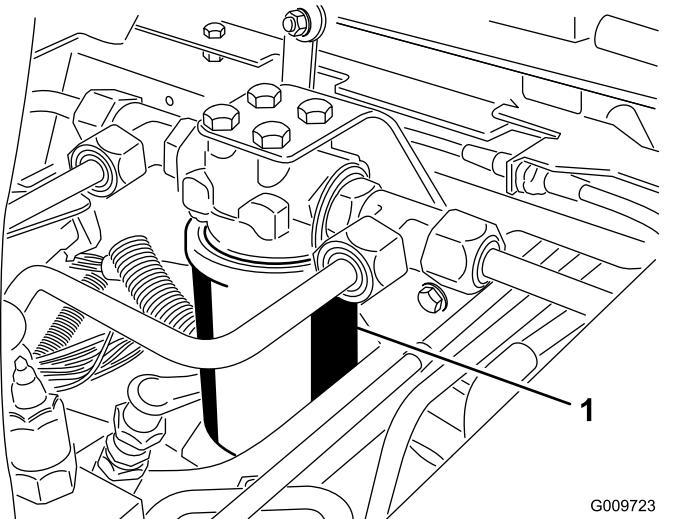
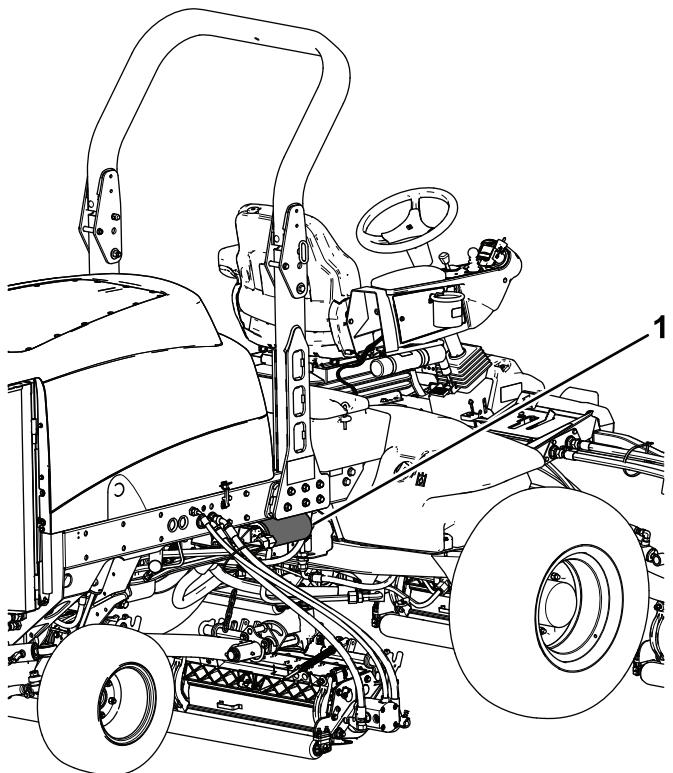

Figura 120
Figura 121
3. Coloque un recipiente debajo del filtro y retire el filtro (Figura 120 y Figura 121).